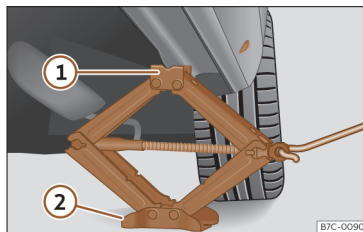

Fig. 237 Bas de caisse : emplacement du cric du véhicule.
- Tournez la manivelle du cric, placé sous le point d'appui du bas de caisse, pour le lever jusqu'à ce que l'ergot ① >>> **fig. 237** se trouve sous le logement prévu à cet effet.
- Alignez le cric de sorte que l'ergot ① « s'encastrer » dans le logement prévu à cet effet sur le bas de caisse et que la plaque de base mobile ② repose sur le sol. La plaque de base ② doit se situer à la verticale du point d'appui ①.